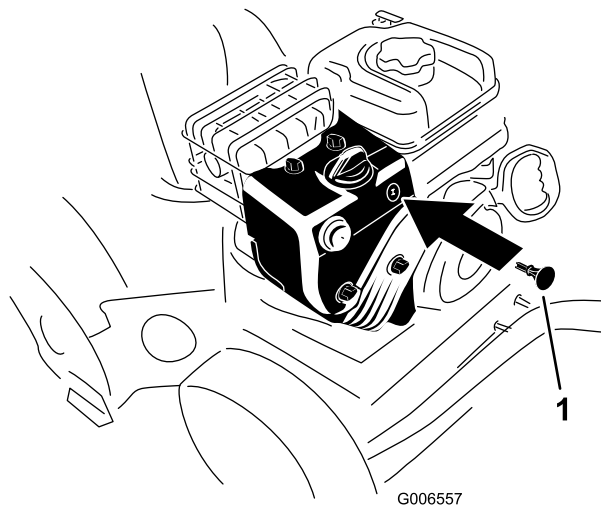

Figura 25
3. Inserite la chiave di accensione (Figura 25).